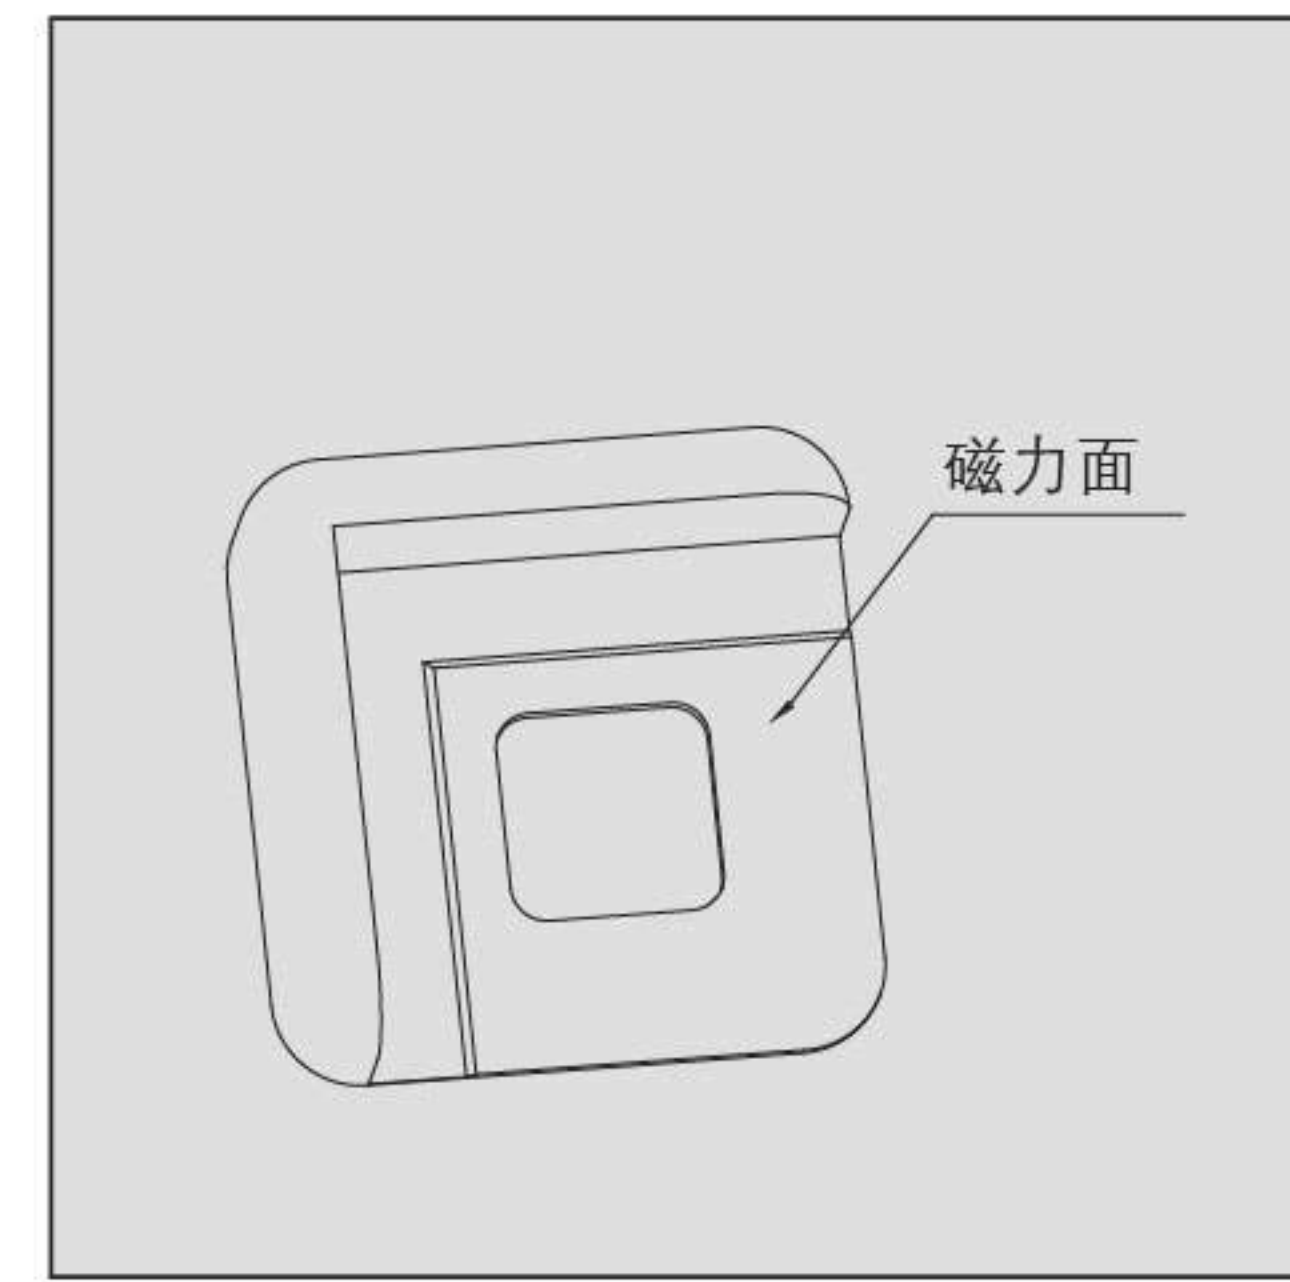
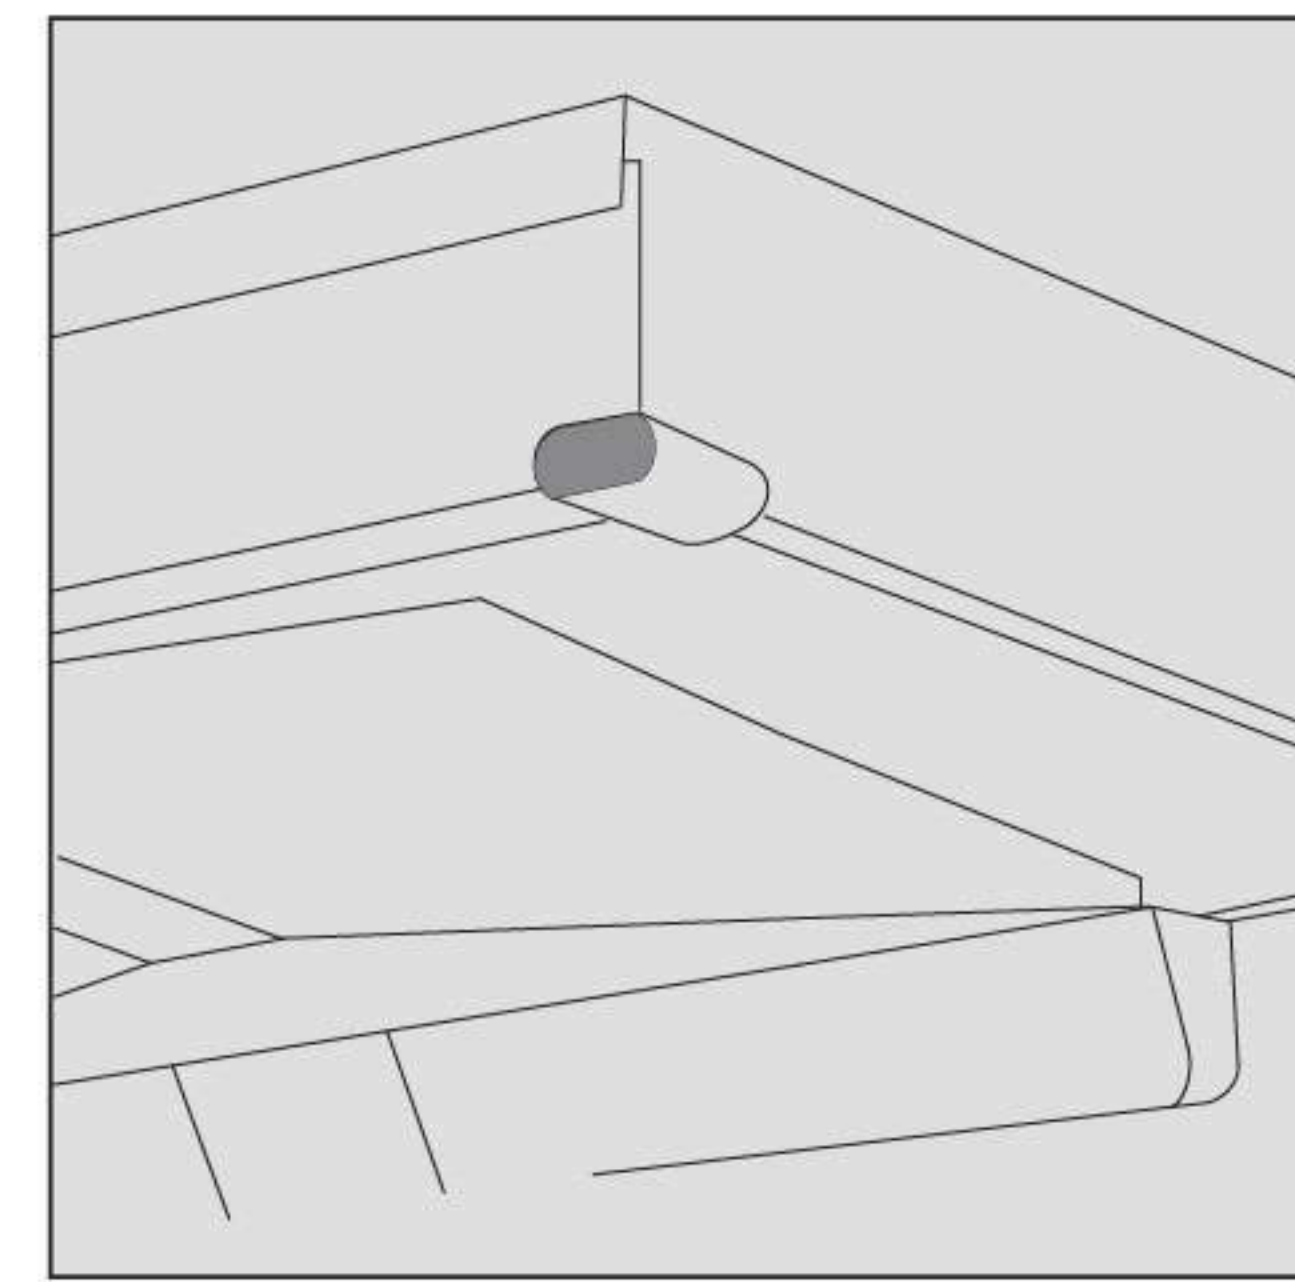

图5
图6
(1) 将装饰罩放入风机外罩；
(2) 把风机外罩、装饰罩同时拿起，先把装饰罩卡入装饰罩挂钩内，然后同时将装饰罩、风机外罩沿装饰罩挂钩组件推到底；
(3) 把装饰罩、风机外罩推到底后，风机外罩缓缓滑下来，将风机外罩卡扣卡入风机架，然后将风机外罩插入顶板与风机架的间隙内。
10. 安装防撞配件：先确定防撞配件磁力面（如图5所示），再将防撞配件贴在吸油烟机机角部（如图6所示）。